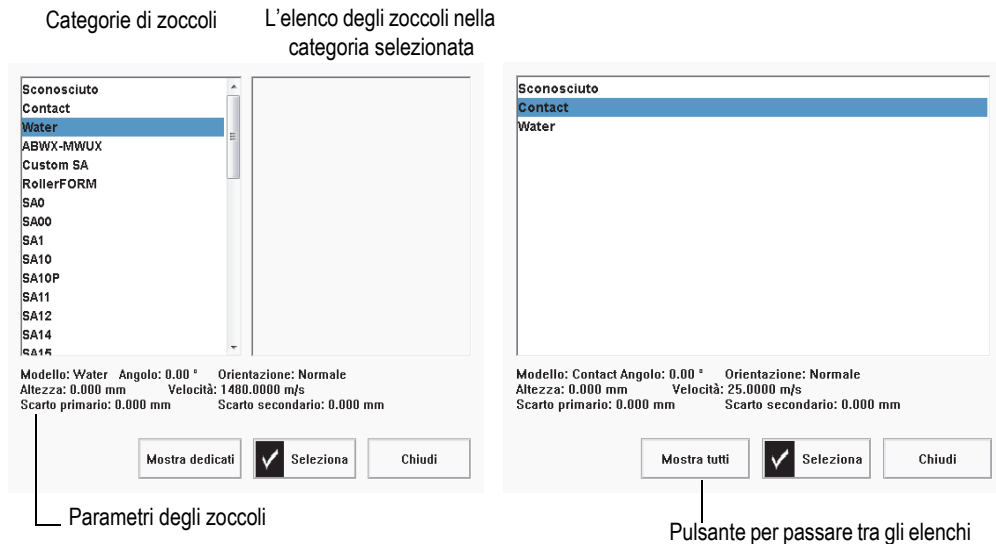

Figura 4-3 Gli elenchi degli zoccoli nella finestra di dialogo di selezione degli zoccoli
3. Selezionare **Zoccolo** per aprire l'elenco predefinito degli zoccoli (vedere Figura 4-3 a pagina 114):